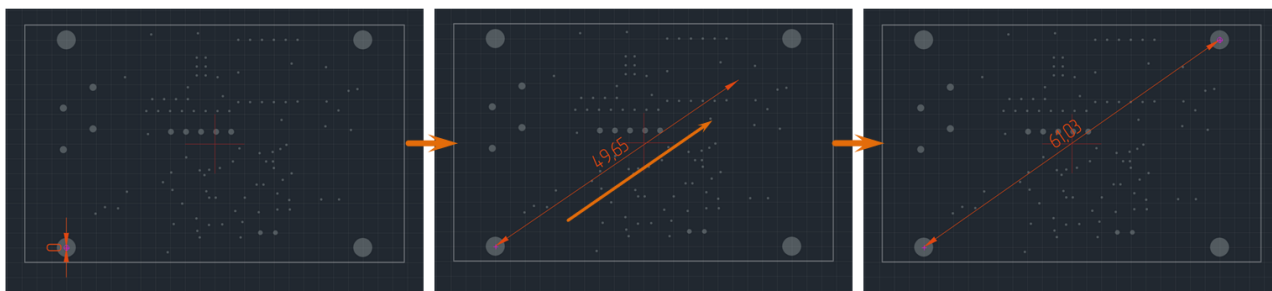

Рис. 276 Размещение диагональной размерной линии
4. Переместите курсор, определяя положение второй выносной линии, см. Рис. 276. Установите длину и направление выносных линий, перемещая курсор. Возможный вид размерной линии будет отображаться на экране.